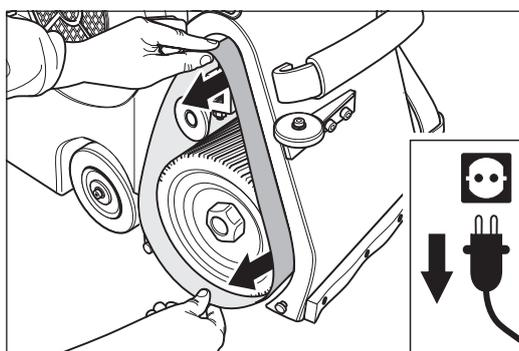
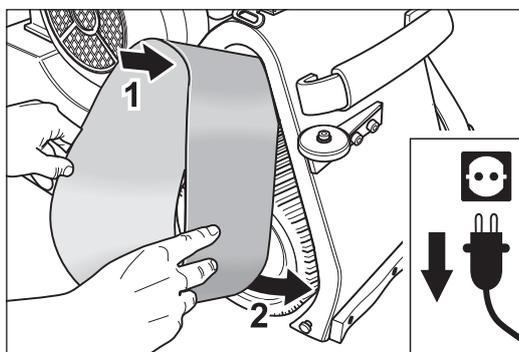

Fig. 12 Retirada de la cinta de lijado desgastada de los rodillos.
Fig. 13 Colocación de la nueva cinta de lijado.
- 5 Cambie la cinta de lijado con el rodillo lijador levantado del suelo (Fig. 12 y Fig. 13).